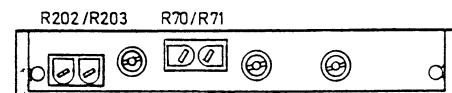

Fig. 3 Unité de têtes magnétiques
2.2 R 202/R 203 — Prémagnétisation HF (Fig. 3)
2.4 R 70/R 71 — Niveau de reproduction (Fig. 3)